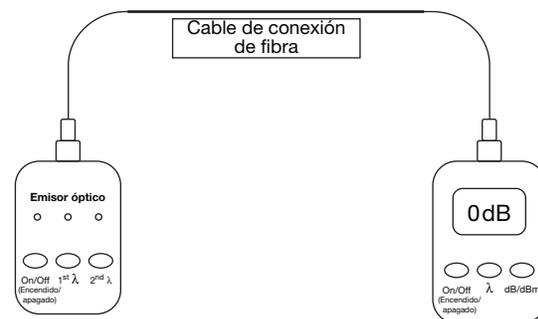

Figura 4
4. Ponga a cero el medidor de potencia. Consulte la Figura 4.